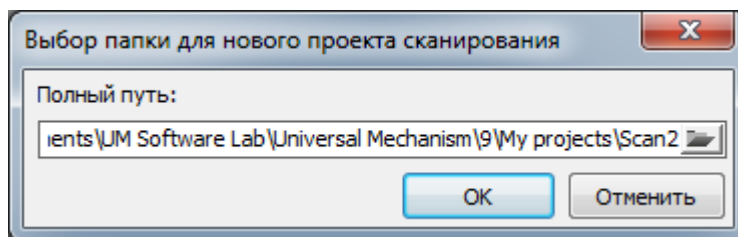

Рис. 2.2. Диалог выбора папки для нового проекта сканирования
3. В появившемся окне введите полный путь к каталогу сканирования, включая имя проекта (см. рис. 2.2).